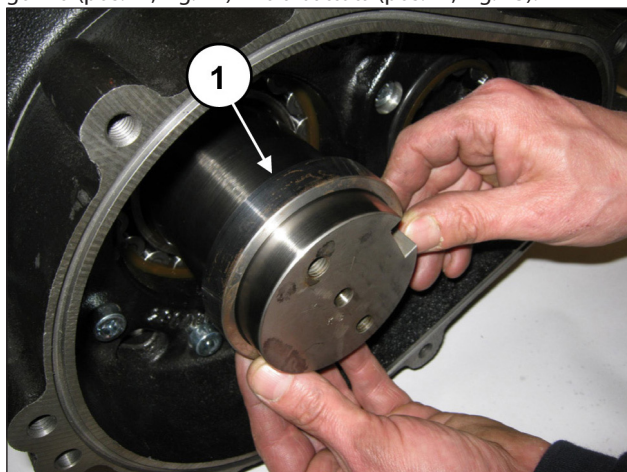
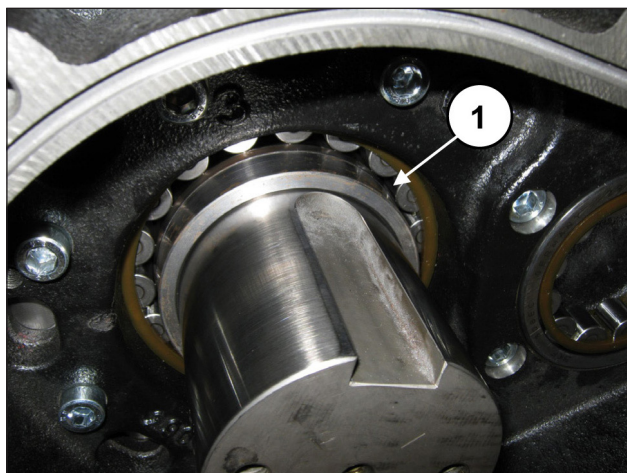

Fig. 72
Fig. 73
Inserire l'anello appoggio corona nel codolo dell'albero a gomiti (pos. ①, Fig. 72) fino a battuta (pos. ①, Fig. 73).